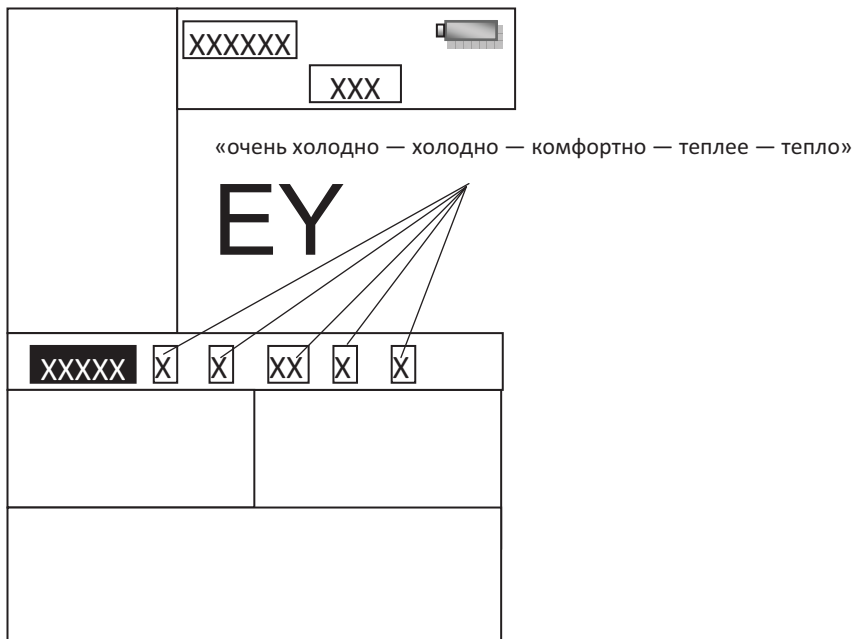

Рис. 5.8
- При выборе режима на ЖК-дисплее высветится символ в зоне индикации согласно рис. 5.8.
- Кнопками «-/» можно переключать в другие подрежимы в следующей последовательности: «очень холодно — холодно — комфортно — теплее — тепло» (Рис. 5.8).